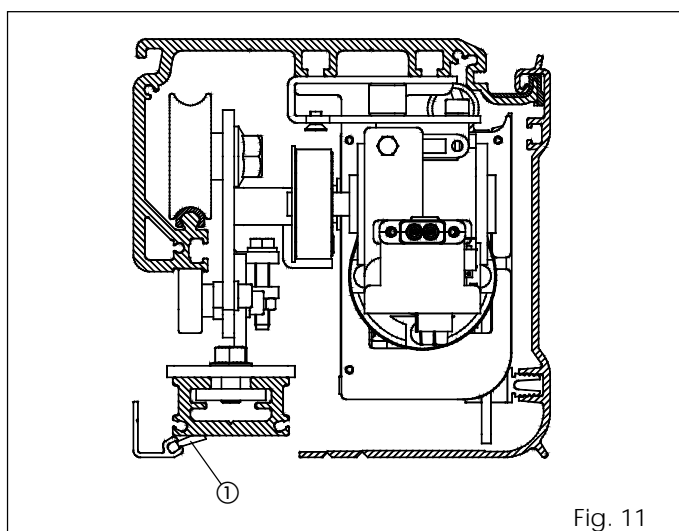

Fig. 11
**ATTENTION:** monter la brosse (accessoire fig. 11 réf. ①) dans le profilé de fermeture avant le montage.